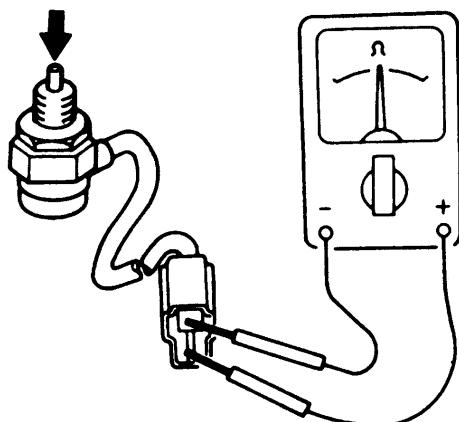

图 3-52 用万用电表检查倒车灯开关
(15) 如图 3-52 所示, 按下倒车灯开关, 用万用电表检查其导电情况, 若其不导电, 则应更换倒车灯开关。